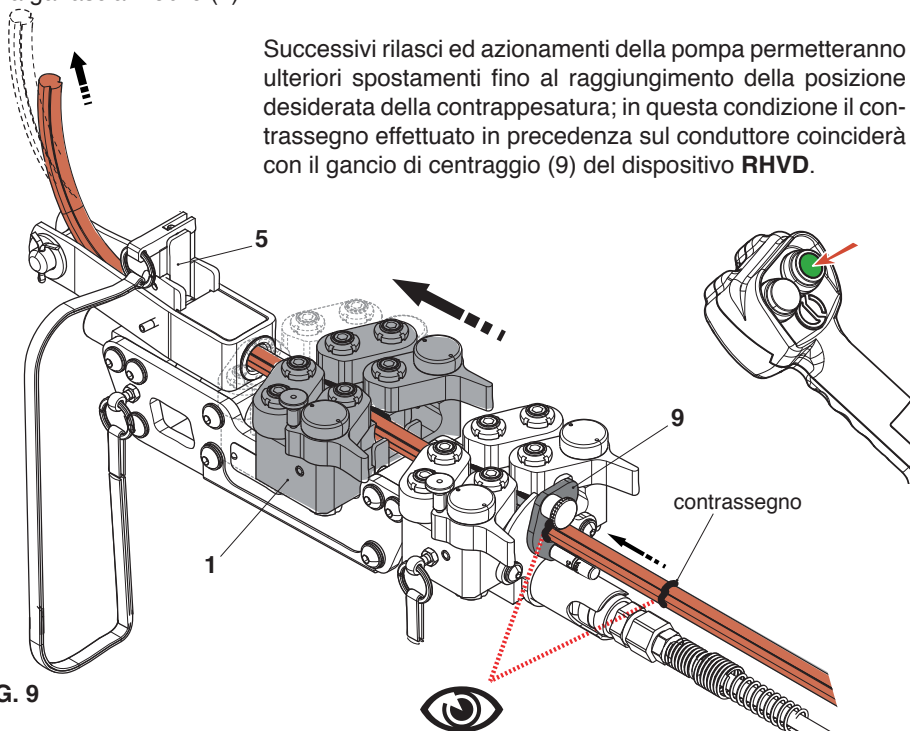

FIG. 9
(Rif. a Fig. 9) Azionare la pompa mediante il pulsante **verde** fino allo sblocco del cuneo autostringente della morsa valutando, mediante il gancio di centraggio (9), l'effettivo spostamento reciproco tra morsa e conduttore; qualora sia necessario aumentare ulteriormente la ripresa, proseguire con l'azionamento della pompa fino al completamento della corsa della ganascia mobile (1).